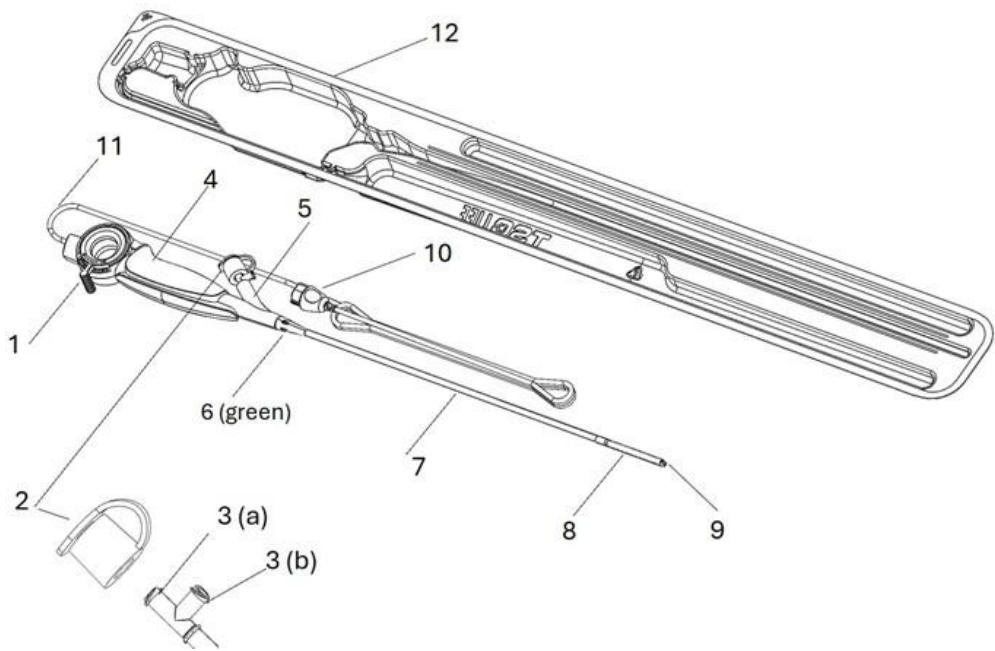

Abbildung 2. Cystoflex flexibles Zystoskop zum Einmalgebrauch.
- Schließen Sie den Spülmitteltubus einer kompatiblen Spülmittelquelle (Spritze, schwerkraftbeschickter Beutel) an den Spülmittel-Port des Griffs des Cystoflex an (**Abbildung 2**). Vergewissern Sie sich, dass keine Flüssigkeit ausläuft, dass das Biopsieventil geschlossen ist und dass das Wasser aus der distalen Spitze austritt.